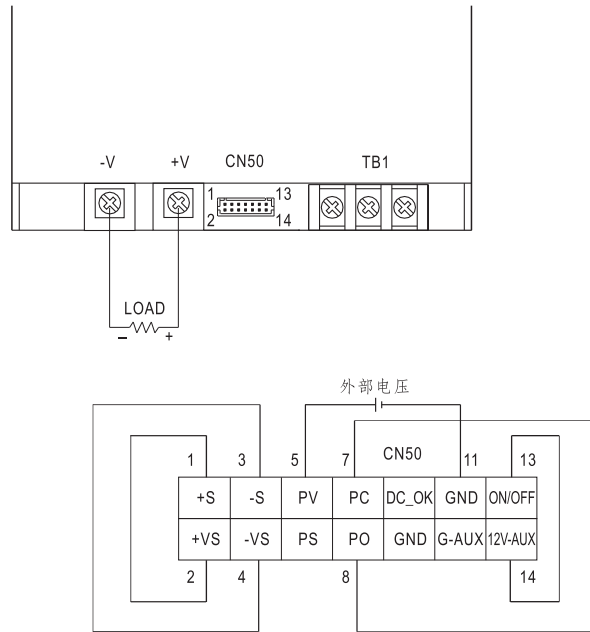

图5.1
(1)通过加在"PV"(pin5) and "GND"(pin10,11)间的外部直流电压 (2~5.5VDC)实现, 如图5.1所示